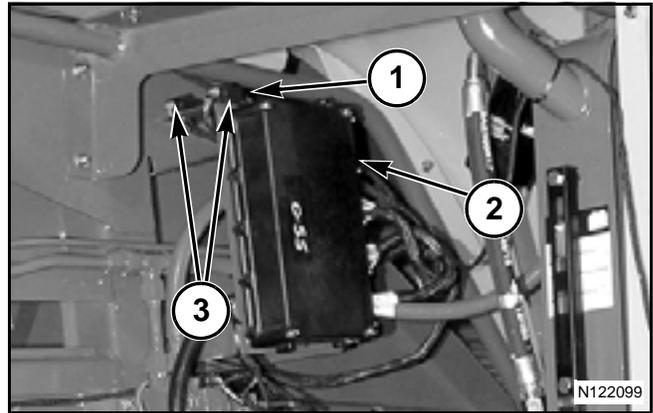

FIG. 25
FIG. 25: Un terminal de CAN (red de área del controlador) (1) junto al SBC (2) se conecta al SBC y un terminal de CAN se conecta a la consola. Estos dos terminales CAN permiten la correcta transmisión de información entre el SBC y la consola.